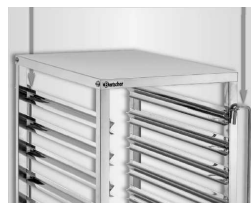

Fig. 4
- Inserire gli appositi contenitori nelle guide ed assicurarli anteriormente e posteriormente con il sistema di blocco per contenitori, sollevando il blocco stesso e chiudendolo davanti al contenitore (**Fig. 4**).